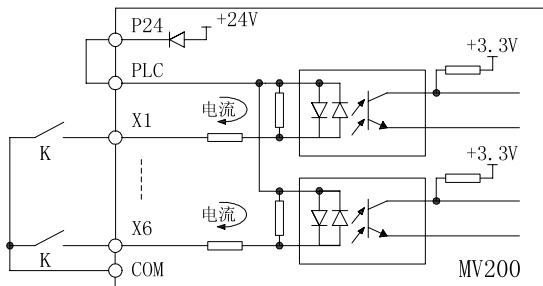

图3-11 使用变频器内部+24V电源连接方式
1) 使用变频器内部的+24V电源，接线方式如图3-11所示。